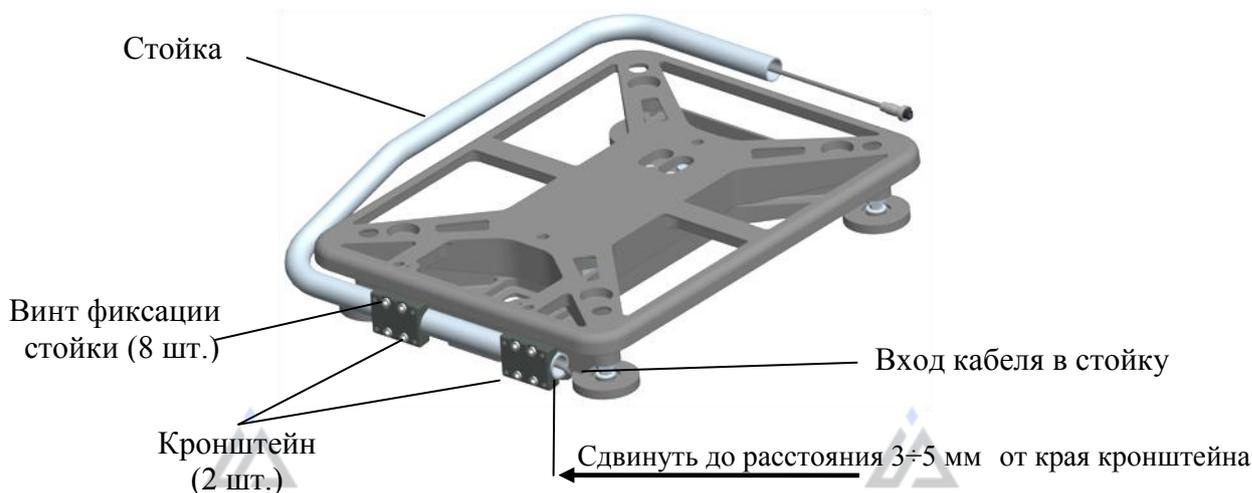

Рисунок 2 – Установка круглой вращающейся стойки
3.2.1.2 Сдвиньте стойку в направлении, указанном стрелкой, обеспечив 3÷5 мм от края стойки до края кронштейна (см. рис. 2).